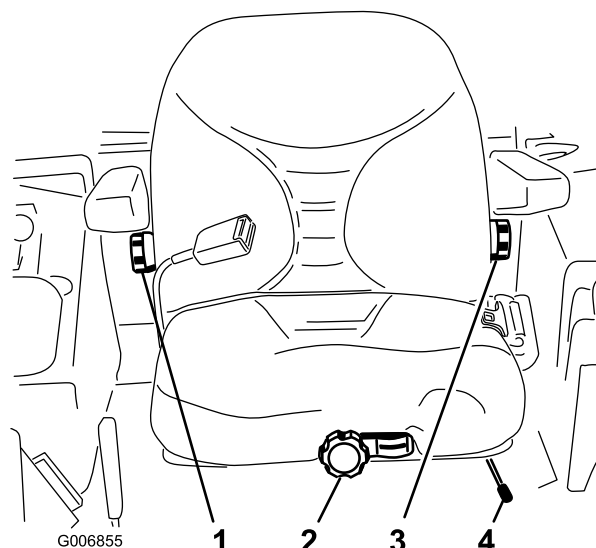

Figura 48
1. Mueva la palanca lateralmente para desbloquear el asiento (Figura 48).
Para ajustarlo, gire el pomo situado debajo del reposabrazos derecho en cualquier sentido hasta encontrar la posición más cómoda (Figura 48).
Para ajustarlo, gire el pomo situado debajo del reposabrazos izquierdo en cualquier sentido hasta encontrar la posición más cómoda (Figura 48).